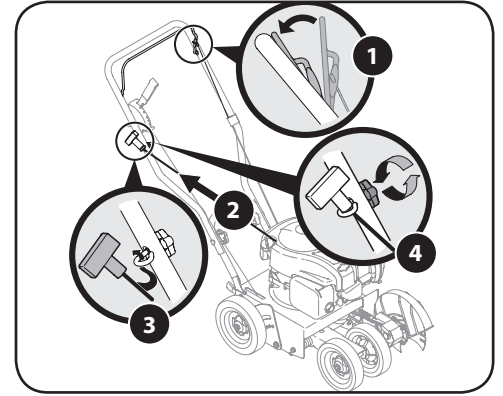

Figura 3-5
1. Párese detrás de la unidad y sostenga el control de la cuchilla contra la barra superior. Vea la Figura 3-5.
**NOTA:** La cuerda de arranque no se separa del motor a menos que el control de la cuchilla (consulte la Figura 3-5) esté presionado contra la barra superior.